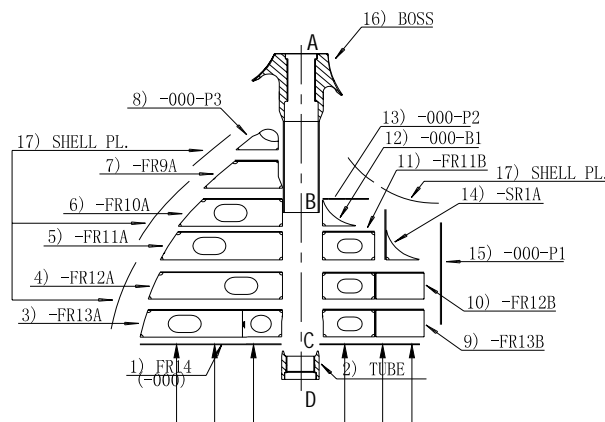

图 7
5.1.3 艏轴管插入分段后与前艏轴管铸钢件焊接按图 7。
5.4.2 艏轴管与前艏管铸钢件中组立后,竖立在分段胎架上,如图 7, A 点为艏轴毂中心, B 点为艏管中心, C 点为前轴毂中心,通过 ABC 三点用铅锤荡一根直线,延伸至基面的对准点划一个十字线得到 D 点,以便焊接时测量艏轴管变形。